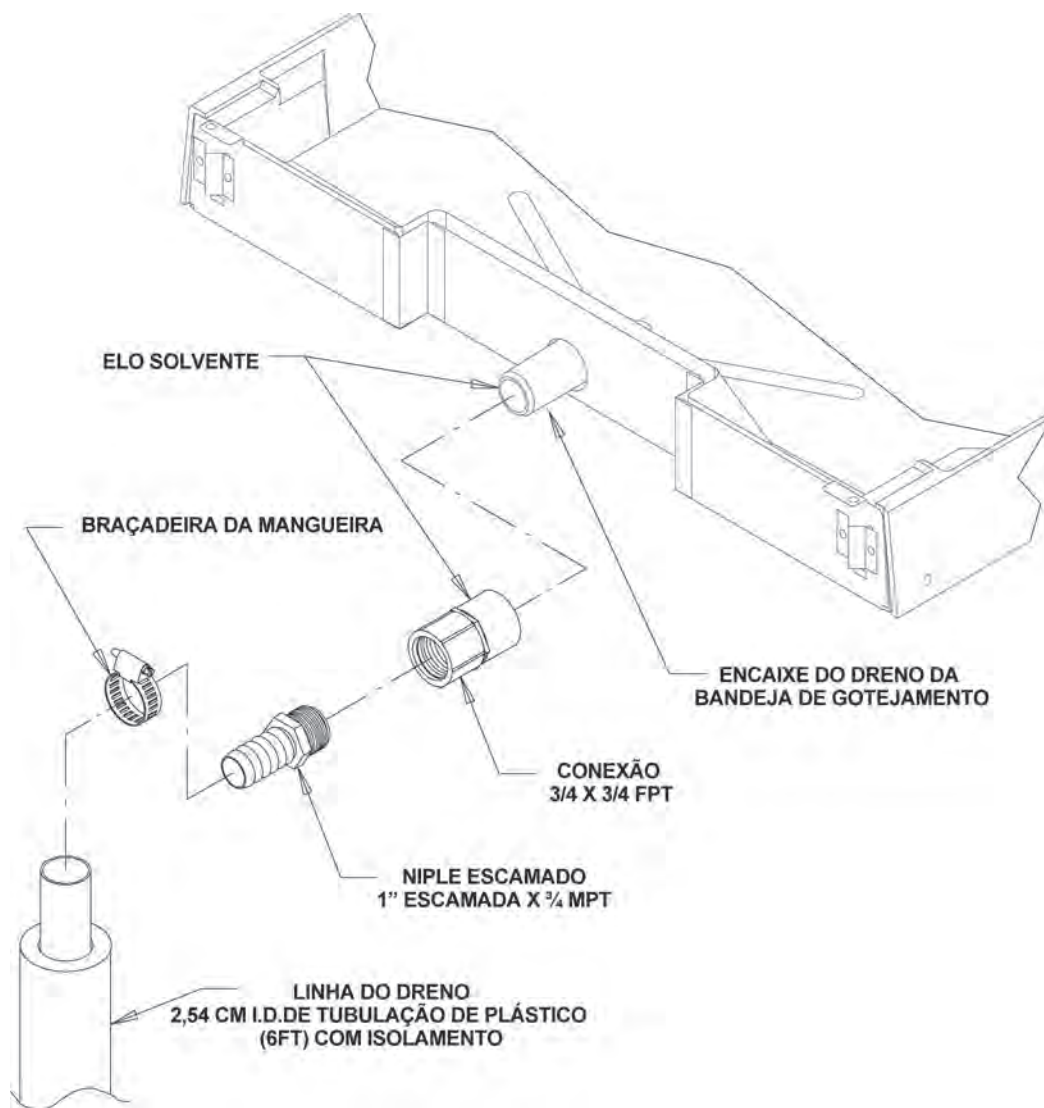

Figura 5. Montagem do Dreno da Bandeja de Gotejamento
**NOTA: Veja o Diagrama de Fluxo apropriado (veja Figura 4 ou Figura 5) ou o Adesivo na parte inferior na frente da unidade para ver a localização das conexões de xarope e água.**